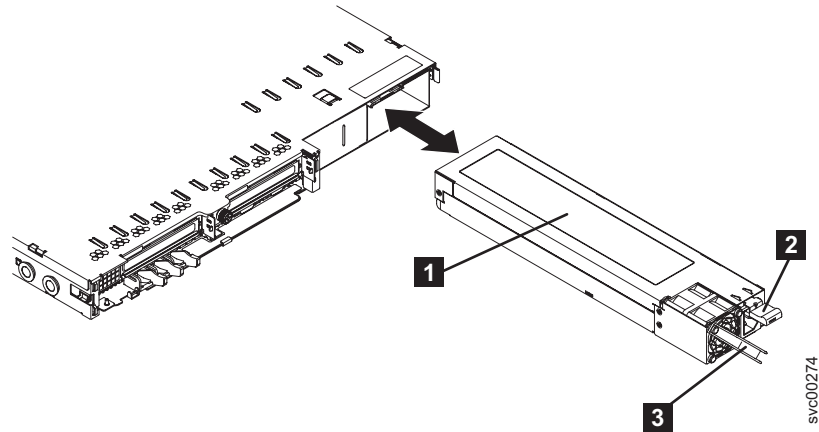

図 155. SAN ボリューム・コントローラー 2145-8G4 電源機構
3. オレンジ色の解放タブ **2** (195 ページの図 155 を参照) を押し下げたまま、ノードから電源機構を引き出します。